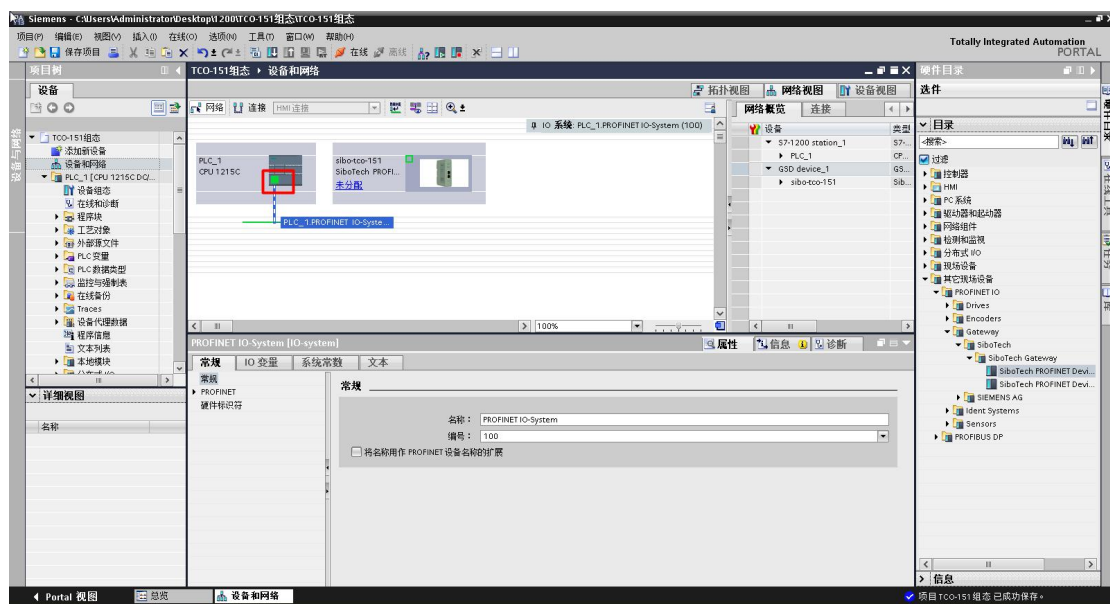
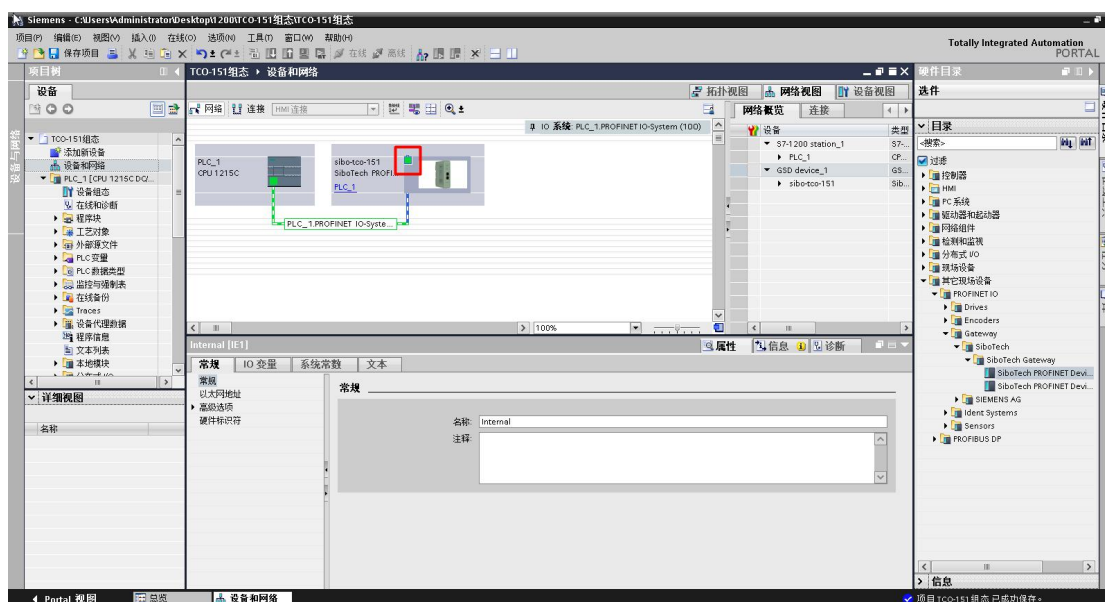

图 14 添加 I/O 系统
图 15 将网关与 PLC 建立连接
3.3 将组态界面转换到“网络视图”，点击“PLC_1”，在图 14 的红色框处右键添加“I/O 系统”，如图 14 所示；点击“sibo-tco-151”绿色小框，将之与 PLC 的 PROFINET 总线连接，如图 15 所示。